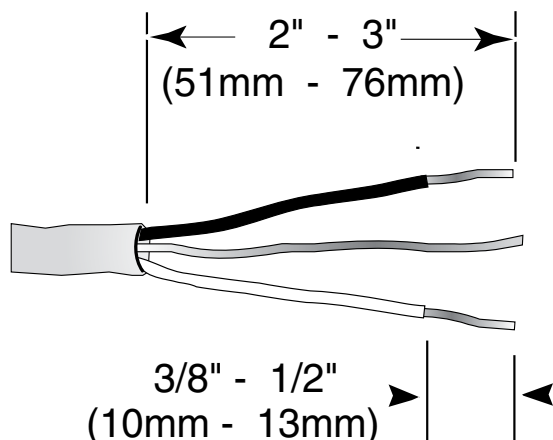

Figure 8
2. Enlever 2 à 3 po (51 à 76 mm) de la gaine extérieure du câble d'alimentation résidentiel ou in-situ comme indiqué sur la **Figure 8**. Enlever $\frac{3}{8}$ à $\frac{1}{2}$ po (10 à 13 mm) de l'isolant de chaque fil comme indiqué sur la **Figure 8**.